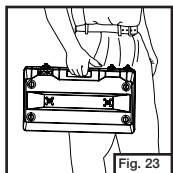

Fig. 23
- Saisissez et tenez fermement la poignée pour transporter le réchaud. (Fig. 23)